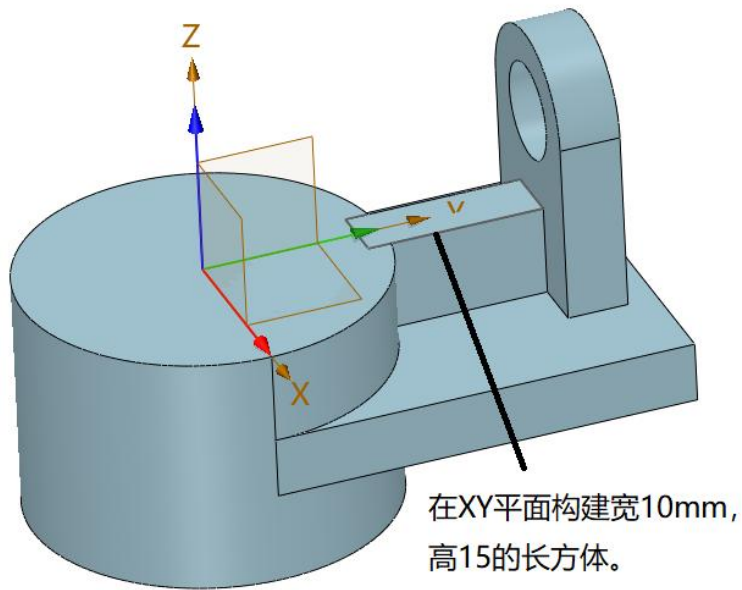

图 6-5 加强筋
4、宽度为 10mm 的加强筋的绘制，在 XY 平面上构建宽 10mm、高 15mm 的长方体，如图 6-5 所示。